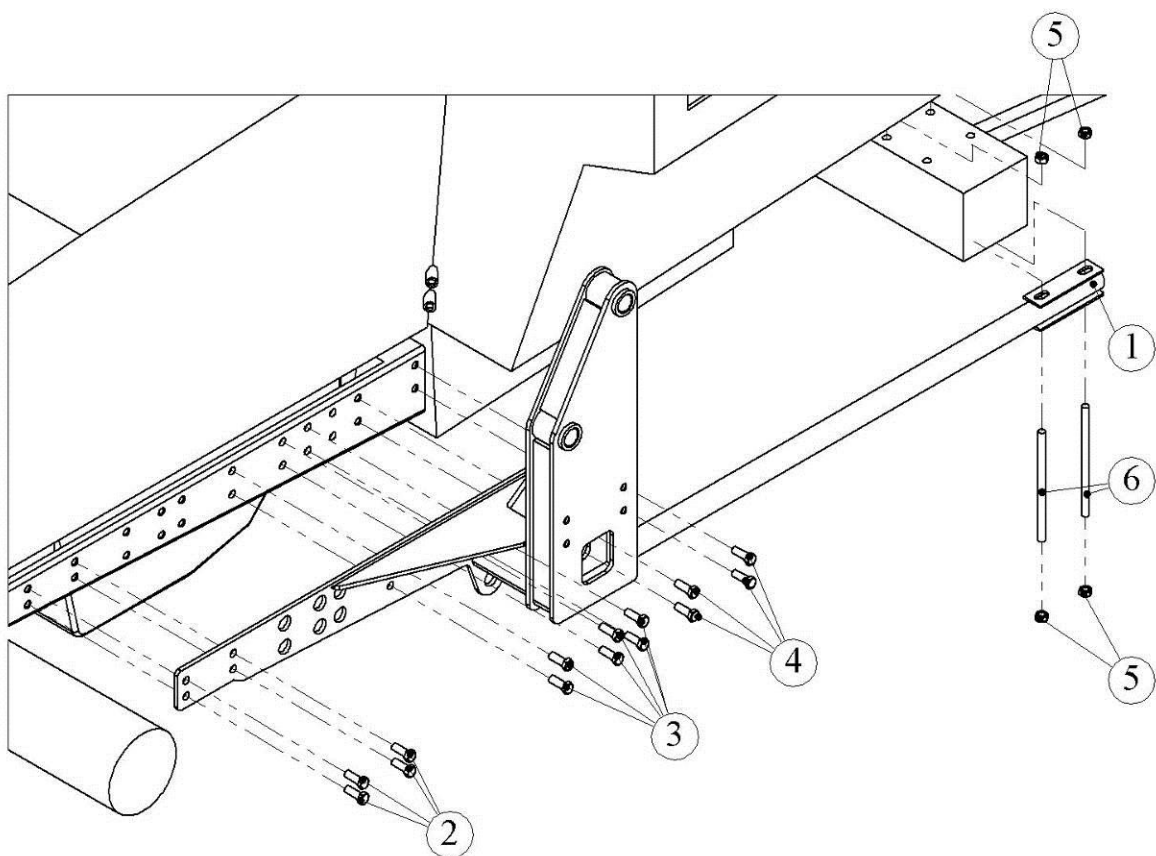
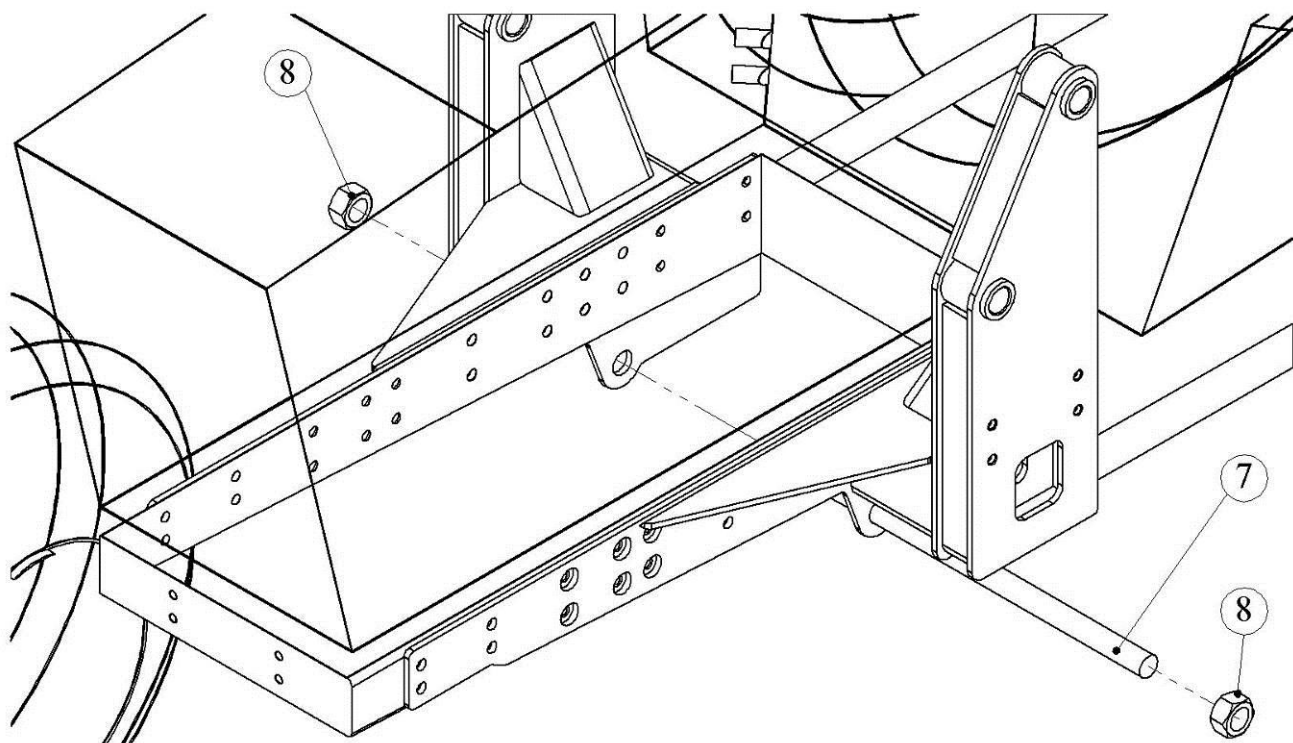

Рис. 4.1. Установка подрамников
Рис. 4.2. Установка стяжки
4.3. На лонжероны трактора установите подрамники (1) при помощи шестнадцати болтов М16х40 (2) и (4) и двенадцати М16х45 (3) (Рис. 4.1). Обратите внимание, что четыре задних болта (4) устанавливаются с плоскими шайбами Ø16. Крепление предварительное, туго не затягивать.
4.5. Соедините подрамники стяжкой М36х620 (7) и двумя гайками М36 (8) (Рис. 4.2). Крепление предварительное, туго не затягивать.
- 4.7. Окончательно затяните болты М16 (поз. 2, 3, 4 на рис. 4.1) крепления подрамника, затем гайки М36 (поз. 8, рис. 4.2) на стяжке.